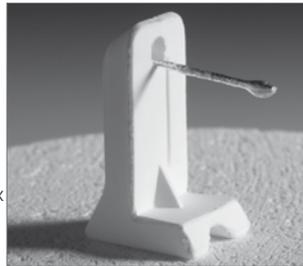

Рис. 1: температура идеальная
- слегка оплавилась: температура идеальна (рис. 1)
Опыт показывает, что калибровка требуется в пределах +/- 5° C. После корректировки значения калибровки следует запустить программу снова, пока проволока не начнет плавиться корректно (Рис. 1).
Значение калибровки сохранено. Запустите программу калибровки еще раз и убедитесь, что серебряная проволока начала плавиться правильно (рис. 1).